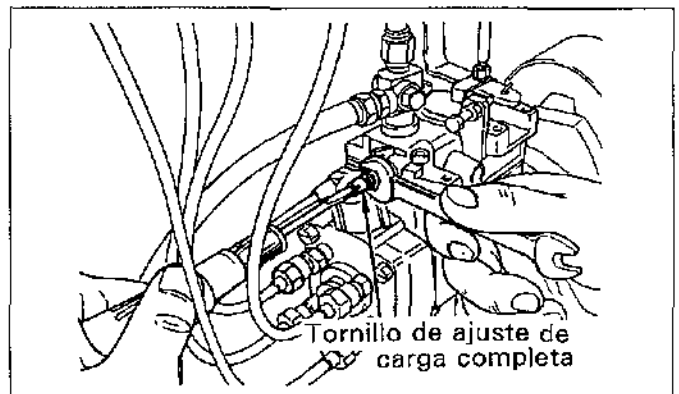

Figura.15-19 Fijación de la palanca de ajuste en la posición de carga completa
(1) El combustible a carga completa se ajusta enroscando el tornillo de ajuste de carga completa, para incrementar la cantidad de carga completa, y desenroscándolo para reducir la cantidad de combustible a carga completa. (Vea la figura.15-19)
(2) Si la variación de suministro del combustible entre cilindros (variación) es mayor que los valores mostrados en las especificaciones de prueba, la falla estará en la válvula de suministro, resorte de la válvula de suministro, laminilla del resorte de la válvula de suministro, empaquetadura de la válvula de suministro, o posiblemente en la portaválvula de suministro o válvula amortiguadora.